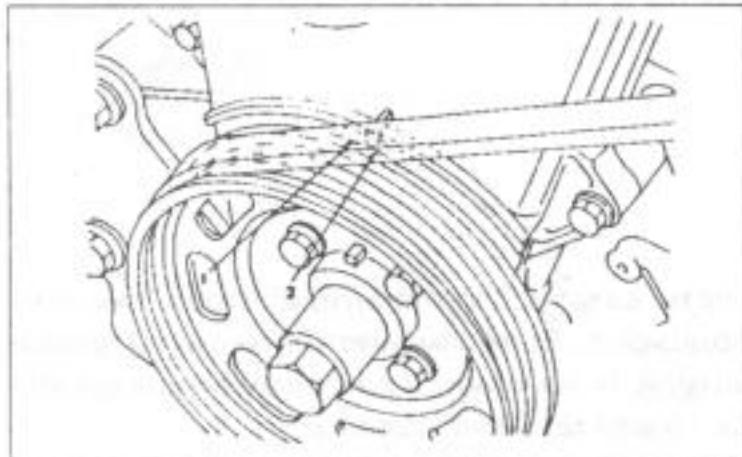

Рис.157.
- Вал распределителя повернуть с помощью винтового колеса, пока обе показанные на рис.157 маркировки на валу распределителя и корпусе распределителя не станут точно друг против друга.
- Вставить новое "O"-уплотнение (рис.157) и установить распределитель зажигания так, чтобы ротор распределителя зажигания указывал на обозначенное место на краю корпуса распределителя и маркировка на корпусе распределителя станут на одну линию с гайкой на крышке головки цилиндра.